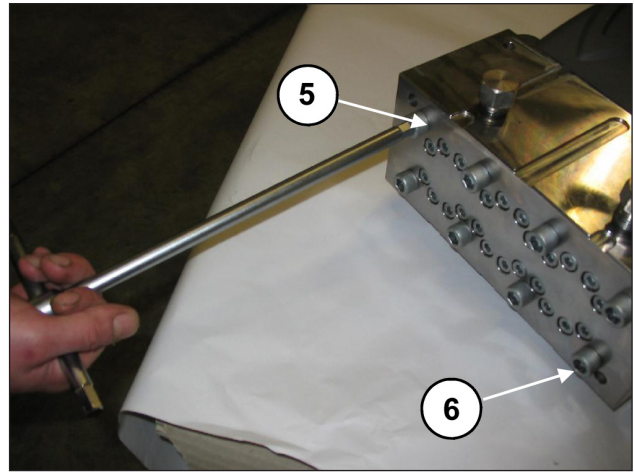
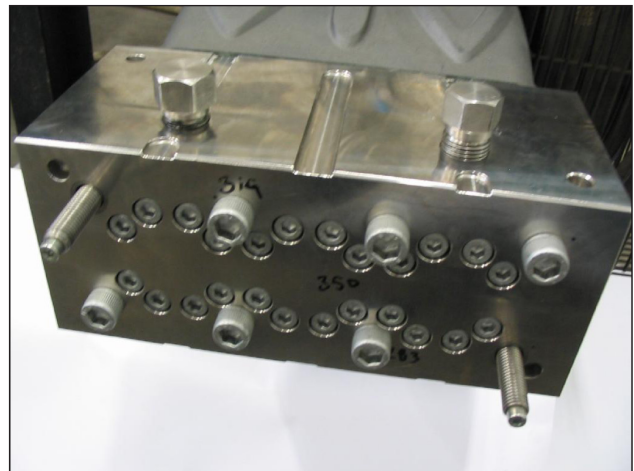

Fig. 35
Fig. 36
- Svitare le viti fissaggio testata M12x260 N° 5 e N° 6 come indicato in Fig. 35 sostituendole con due viti - spina di servizio (cod.27508200) come indicato in Fig. 36, quindi procedere alla rimozione delle restanti viti.